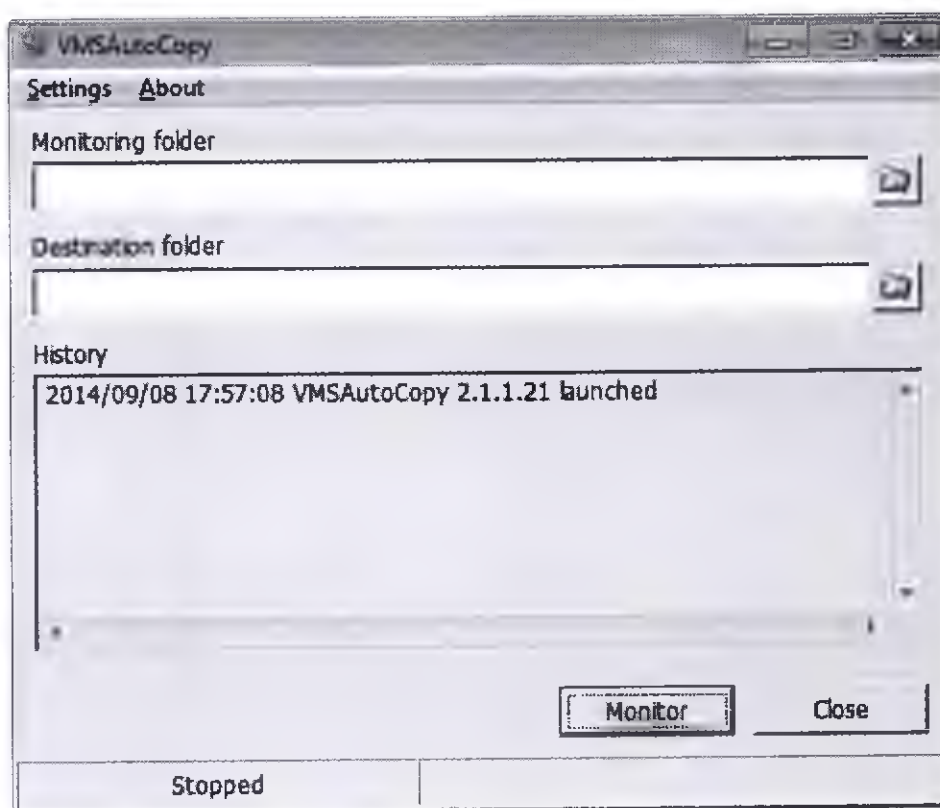

Рисунок 8
(1) После установки программы VMSAutoCopy на Рабочем столе компьютера появится значок VMSAutoCopy.
(2) Для вызова программы щелкните мышью на значке VMSAutoCopy. На экране появится следующее окно (Рисунок 8).